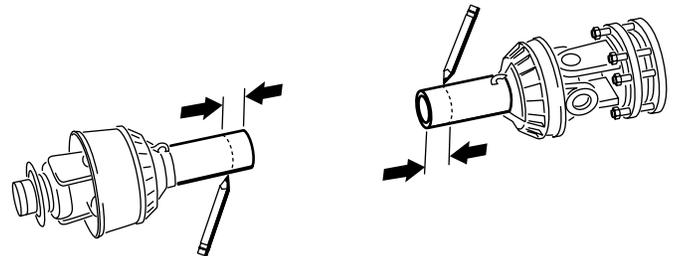

図 20
14. 手順 11 で決定した寸法を使って、安全シールドのみを切断し、各シャフト部分が露出するようにする 図 20 と 図 21。